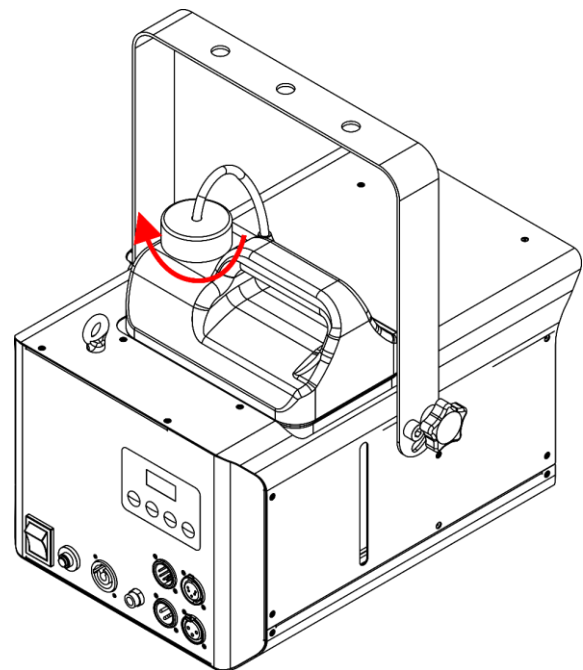

Abb. 13
08) Schrauben Sie den Deckel wieder auf den Flüssigkeitstank, wie in Abb. 13 gezeigt.